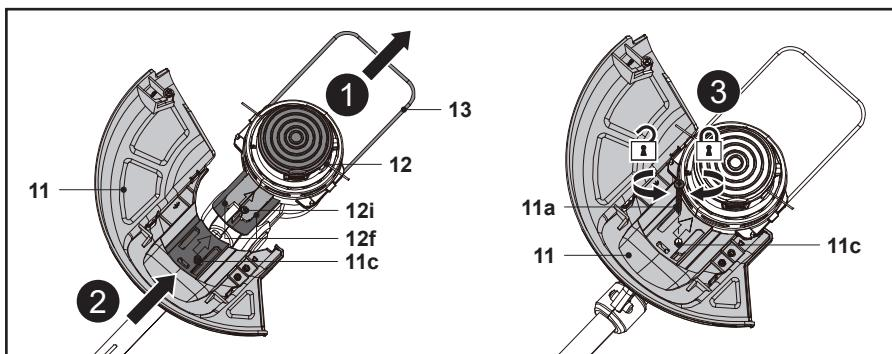

Fig. 1
1. Ponga el cabezal de corte (12) boca abajo.
2. Retire primero el protector de plantas (13) (Fig. 1, paso 1) y, a continuación, alinee y deslice el protector (11) en las ranuras deslizantes (12f) del cabezal de corte (12) (Fig. 1, paso 2). Inserte completamente la protección (11) y asegúrese de que los orificios de los tornillos (11c, 12i) estén bien alineados.
3. Fije la protección (11) apretando el tornillo (11a) hacia la derecha (Fig. 1, paso 3).